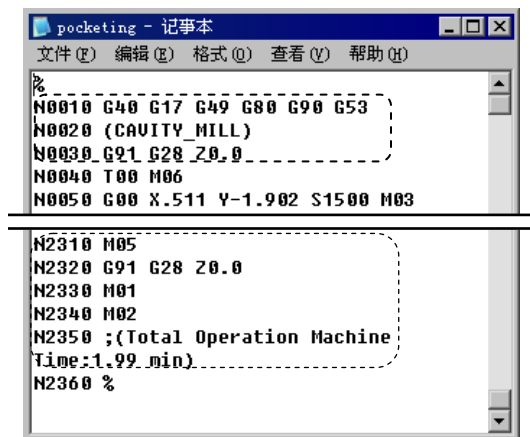

图 9.3.31 NC 程序
(2) 单击“后处理”对话框中的“浏览查找后处理器”按钮 , 系统弹出“打开后处理器”对话框, 选择 Stage6 中保存的后处理文件“**My_post.pui**”, 然后单击 **OK** 按钮, 系统返回到“后处理”对话框。
(3) 单击“后处理”对话框中的 **确定** 按钮, 系统弹出“信息”对话框, 并在模型文件所在的文件夹中生成一个名为“**pocketing.NC**”的文件, 此文件即后处理完成的程序代码文件。
Step3. 验证程序。用记事本打开程序文件“**pocketing.NC**”, 可以看到后处理过的程序开头和结尾处增加了新的代码, 并在程序尾显示加工时间, 如图 9.3.31 所示。